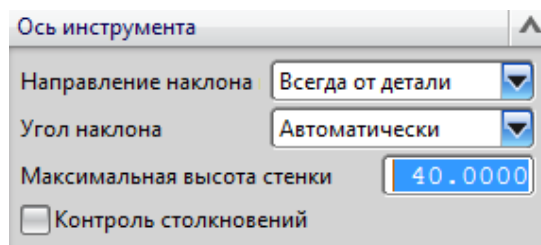

Рис. 2.42. Ввод параметра «Максимальная высота стенки»
- в меню **Направление наклона** выберите **Всегда от детали**. Затем выберите **Автоматически** в меню **Угол наклона**. Система автоматически рассчитает угол наклона по значению **Максимальная высота стенки** и **Минимальный зазор**. Для использования этой опции задайте значение параметра **Максимальная высота стенки** исходя из особенностей геометрии детали (см. рис. 2.42);